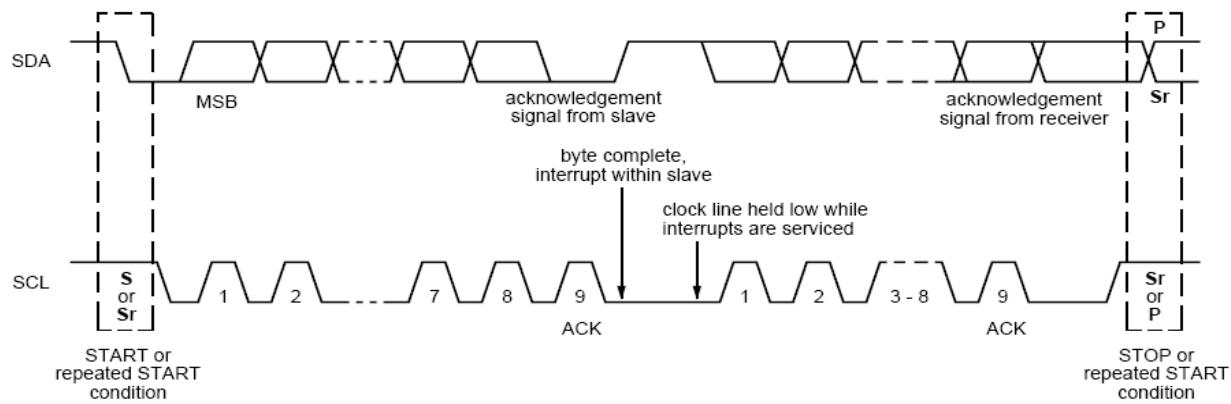

图 13-1: Acknowledgement bit in the 9th bit of a byte transmission
**TxAK:** 传输确认位. 当收到完整的 8 位数据, 此位将设置(**NoAck**) 或清除(**Ack**) 并传输到主机显示接收状态. 事实上, 它是被作为一个字节的传输在第 9 位如图 13-1.